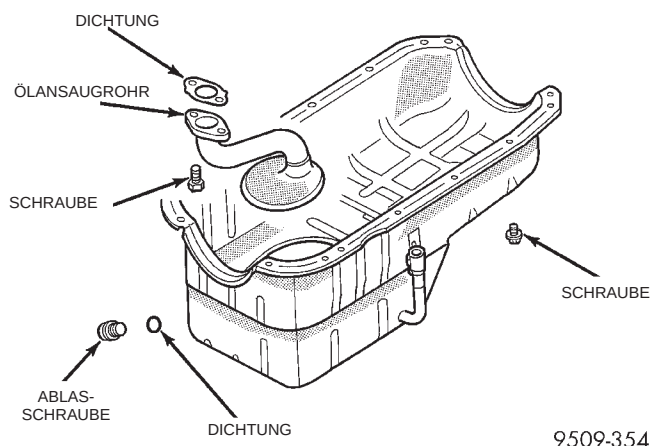

Abb. 63 Ölwanne
(2) Ablassschraube herausdrehen und Öl ablassen (Abb. 63).
(3) Motorträger ausbauen. Siehe entsprechenden Arbeitsgang in diesem Kapitel.
(4) Peilstabrohr ausbauen.
(5) Anlasser ausbauen. Siehe hierzu Kapitel 8B, Batterie/Anlasser/Lichtmaschine.
(6) Streben zwischen Motor und Getriebe ausbauen.
(7) Prüfdeckel des Getriebes entfernen.
(8) Ölwanne abbauen.